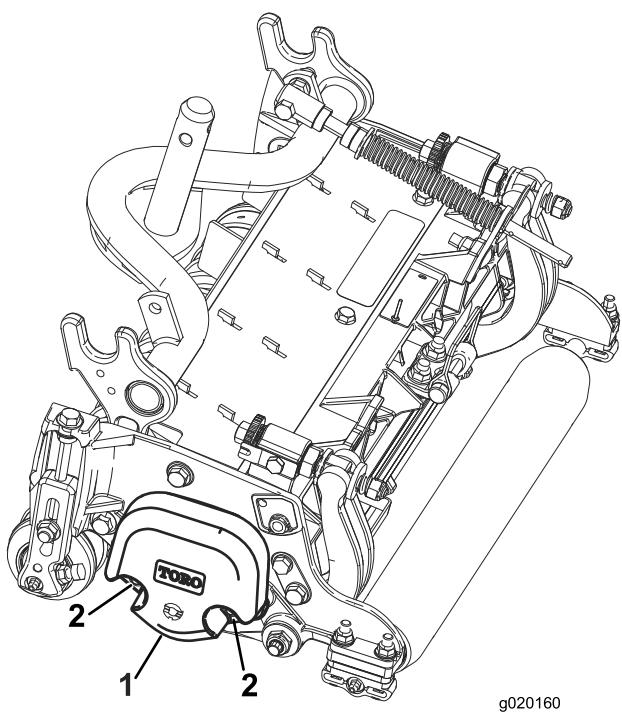

Figura 6
1. En las unidades de corte n° 2 y n° 4, retire las 2 contratuerca que fijan el contrapeso al extremo izquierdo de la unidad de corte. Retire el contrapeso (Figura 6).